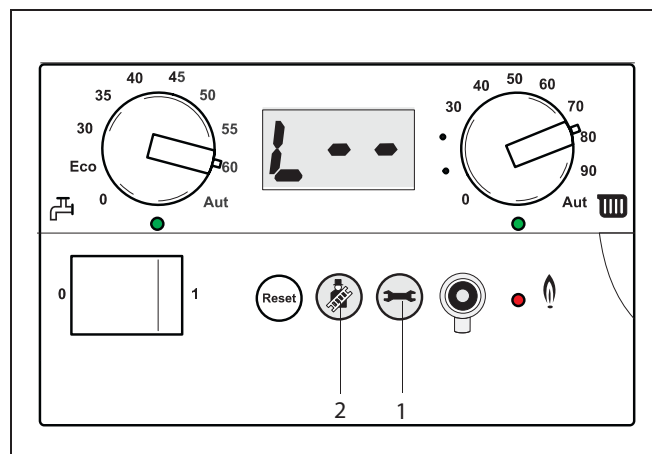

Fig. 29 Limitare potenza massima riscaldamento
- Premere contemporaneamente i tasti "spazzacamino" e "manutenzione", (fig. 29, pos. 2 e 1), fino a quando compare una "L- -" sul display (vedi fig. 29).
- La regolazione deve essere confermata premendo due volte il tasto di "manutenzione" (fig. 29, pos. 1).